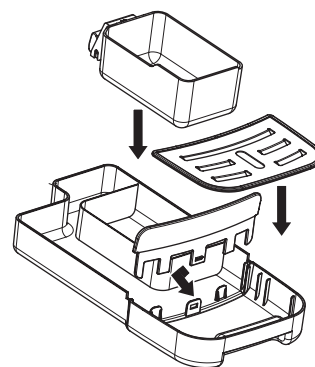

fig. 11: Samling af drypbakken
12. Saml drypbakken (fig. 11) og de andre dele igen, og skub drypbakken og kaffe-/mælkeudløbet på plads i maskinen.